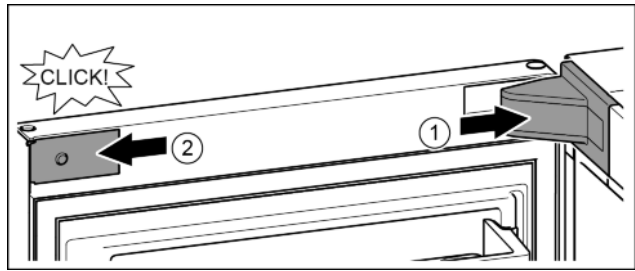

Fig. 24
- ▶ Poser et enclencher le cache du support de palier, l'introduire en appuyant délicatement. *Fig. 24 (1)*
- ▶ Mettre en place le cache latéralement et l'enclencher. *Fig. 24 (2)*